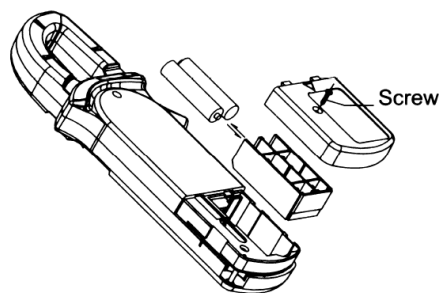

Рис. 10
B. Замена батареи питания (рис. 10)